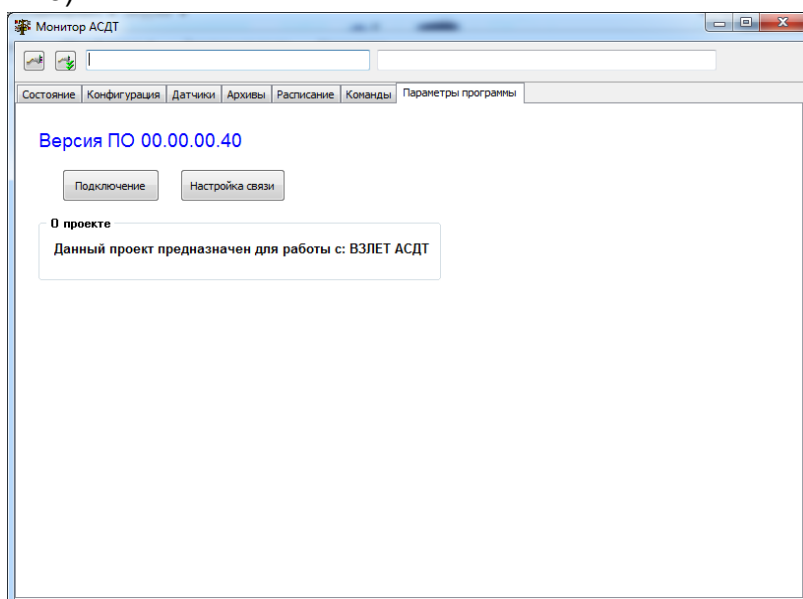

Рис.3. Вид вкладки «Параметры программы».
- 3.1.2. Переведите адаптер в режим СЕРВИС, установив переключатель SK1/1 в положение ON (рис.А.2). На ПК запустите программу «Монитор АСДТ» и перейдите на вкладку **Параметры программы** (рис.3):